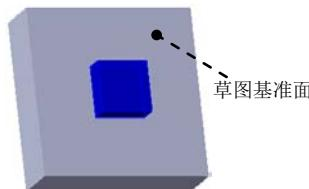
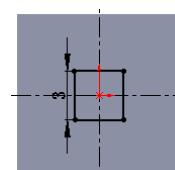

图 10.5 凸台—拉伸 2
图 10.6 横断面草图
(3) 定义拉伸深度属性。
① 定义深度方向。采用系统默认的深度方向。
② 定义深度类型和深度值。在“凸台—拉伸”对话框的**方向 1**区域的下拉列表中选择**给定深度**选项，在**D₁**文本框中输入深度值 3.0。
(4) 单击✓按钮，完成凸台—拉伸 1 的创建。
Step3. 创建图 10.5 所示的零件基础特征——凸台—拉伸 2。
(1) 选择命令。选择下拉菜单插入(I) → 凸台/基体(B) → 拉伸(E)... 命令(或单击“特征(F)”工具栏中的Extrude按钮)。
(2) 定义特征的横断面草图。选取图 10.5 所示的模型表面作为草图基准面，绘制图 10.6 所示的横断面草图。